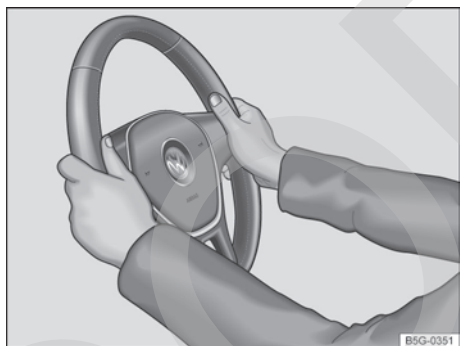

Fig. 68 En el volante: posición equivalente a las 9 y las 3 horas.
- Ajuste el volante de forma que pueda sujetarlo con ambas manos por los lados, por su parte exterior, en la posición equivalente a las 9 y las 3 horas → fig. 68 con los brazos ligeramente flexionados.
- Con el fin de reducir el peligro de sufrir lesiones en caso de que se dispare el airbag frontal del conductor, durante la conducción sujete siempre el volante por los lados, por su parte exterior, con las manos en la posición equivalente a las 9 y las 3 horas → fig. 68.